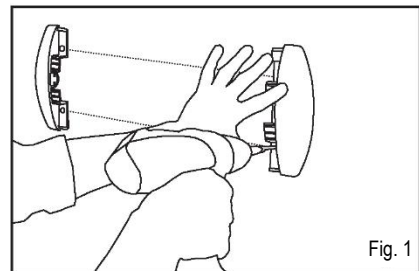

Fig. 1
- Praticare i fori nel muro, inserire i tasselli e fissare i terminali e gli angolari al muro (vedere fig. 1).